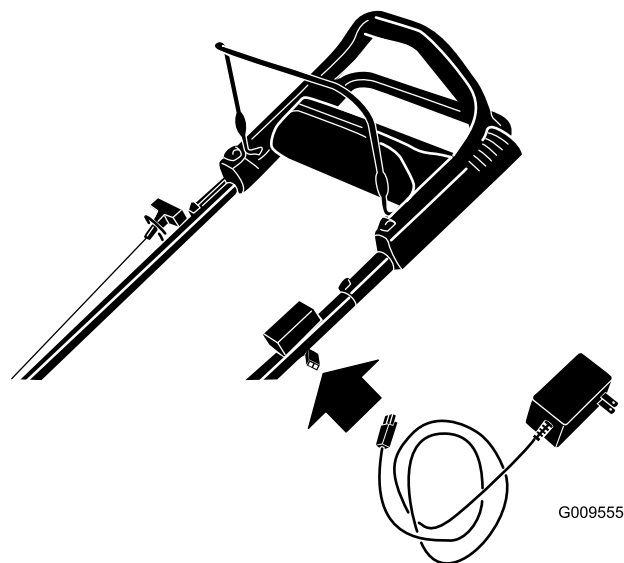

Рисунок 24
1. Подсоедините зарядное устройство к жгуту проводки, расположенному под ключом зажигания (Рисунок 24).